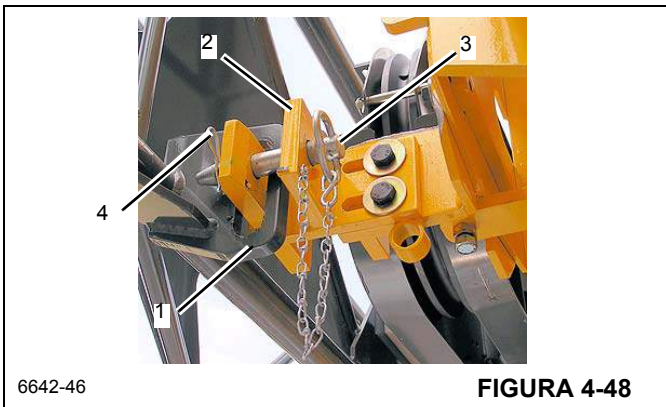

FIGURA 4-48
Se a extensão da treliça da lança de 10,1 m (33 pés) (1, Figura 4-47) não engatar corretamente na rampa (2, Figura 4-47) ou não se alinhar com o suporte de retração dianteiro (2, Figura 4-48), **PARE**. NÃO continue a retrair os jibs até que elas estejam devidamente presas nesses dois pontos.
12. Remova o pino de armazenamento de seu suporte no corpo dianteiro. Prenda a extensão da treliça (1, Figura 4-48) ao suporte de retração dianteiro (2) da lança usando o pino de retração (3) e o pino com grampo (4).
Nunca remova os pinos de retração dos olhais do lado direito da extremidade da lança (1, Figura 4-49) até que a extensão da treliça de 10,1 m (33 pés) tenha sido corretamente presa na rampa de retração (2, Figura 4-47) e no suporte de retração dianteiro (2, Figura 4-48).